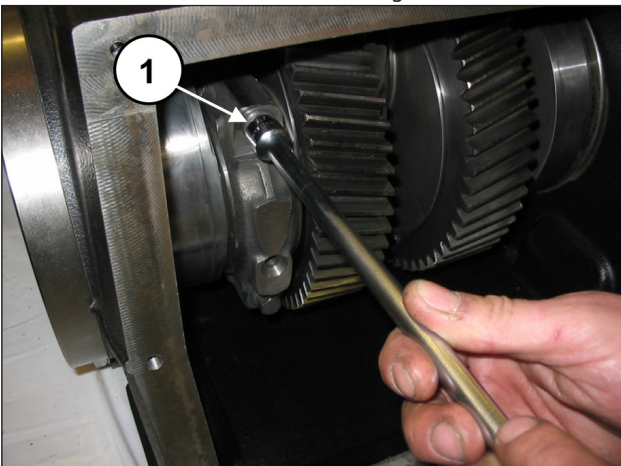

Abb. 18
Lösen Sie die Schrauben der Pleuelstange (Pos. ①, Abb. 18).